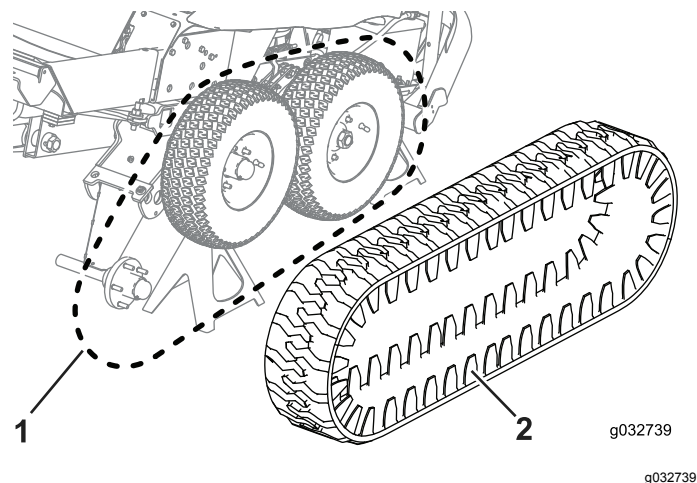

Figure 90
7. Disposez les chenilles autour des roues centrales et arrière (Figure 90).